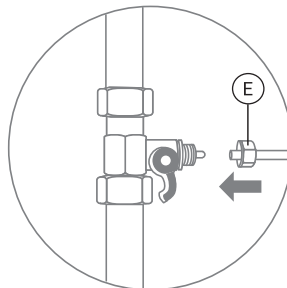

Рис. 15
- в гайку (Е) (рис. 15) вставьте трубку зеленого цвета. Трубку вставьте в штуцер шарового крана до упора и плотно закрутите гайку;